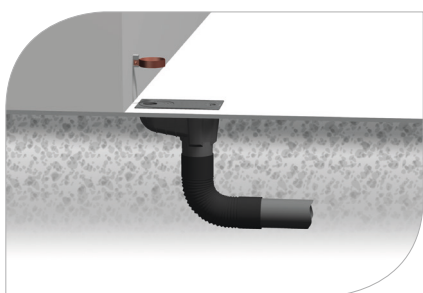

рис. 34
- 6.1 Отвод в канализацию. Разместите универсальный отстойник в грунте под водосточной трубой. Его нижний конец соедините с эластичным коленом, доходящим до труб подземной канализации (**рис. 34**)